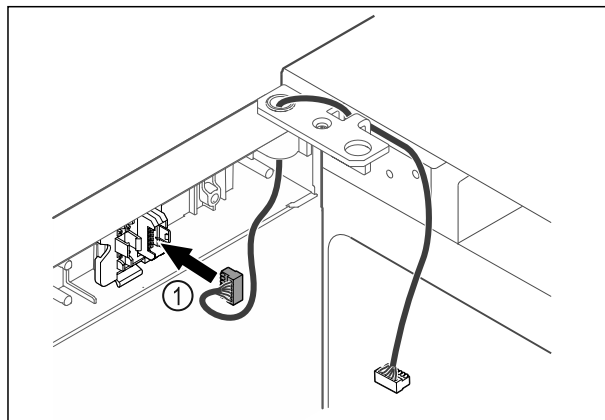

Fig. 38
- Dugja be a dugót Fig. 38 (1) a dugófoglatatba.